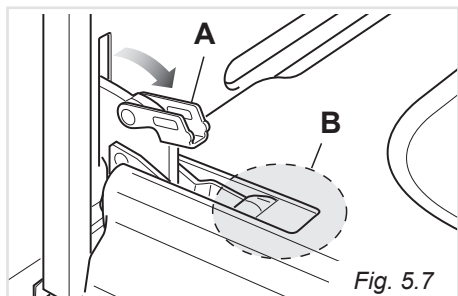
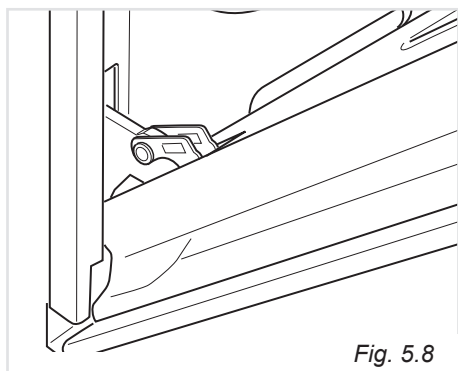

Fig. 5.7
Fig. 5.8
- Aprire completamente la leva "A" delle cerniere destra e sinistra (fig. 5.7).
- Socchiudere dolcemente la porta (fig. 5.8) fino a quando le leve "A" delle cerniere destra e sinistra si agganciano alla parte "B" della porta (fig. 5.7).